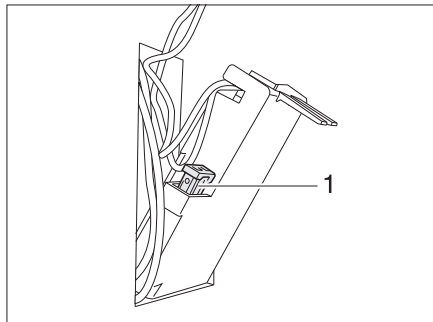

Fig. 293 Fusible des toilettes Thetford
- Changer le fusible (Fig. 293,1).